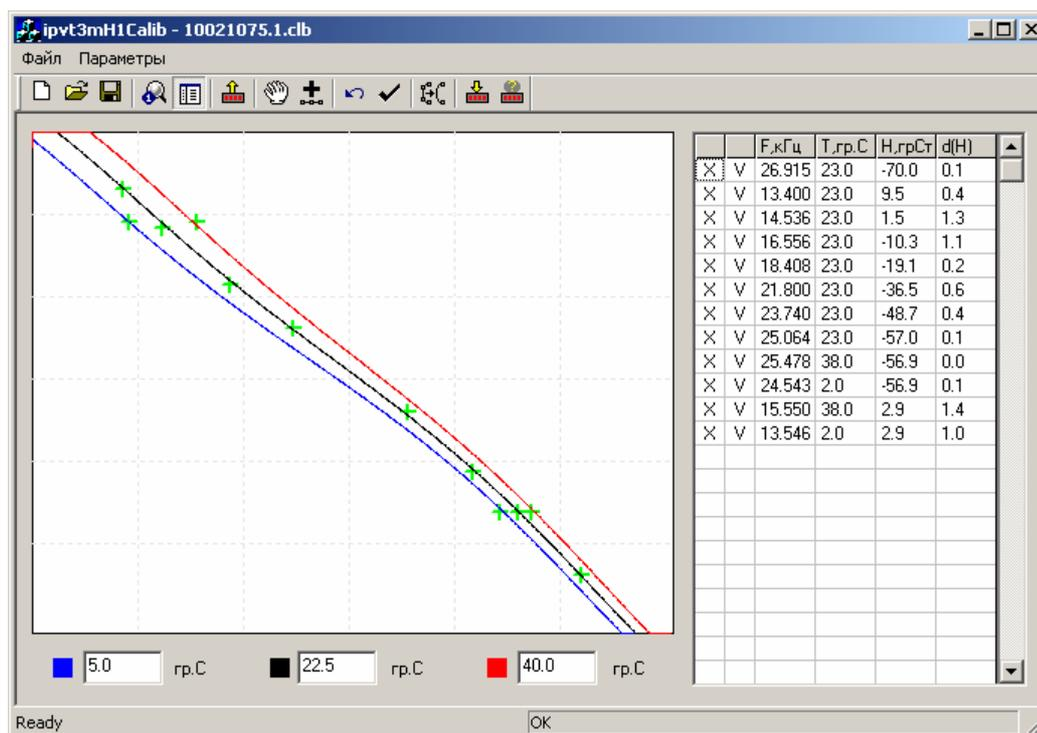

Рис. 1. Внешний вид программы *ipvt3mH1Calib*.
- c. Запустить программу ivtm7mH1Calib.exe (см. Приложение 3, рис.1).
Запуск программы осуществляется стандартными методами Windows из директории, куда она была скопирована с диска, входящего в поставку. При этом на экране разворачивается окно, представленное на рис. 1.